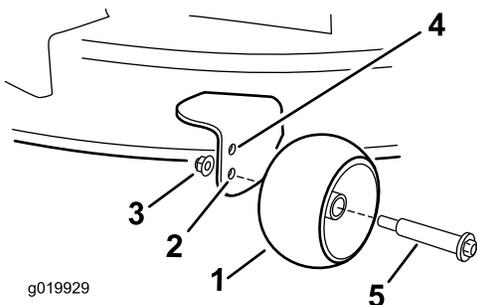

Рисунок 29
- Верхнее отверстие — используйте это положение, когда высота скашивания деки газонокосилки установлена в положение 63 мм и ниже (**Рисунок 29**).
- Нижнее отверстие — используйте это положение, когда высота скашивания деки газонокосилки установлена в положение 76 мм и выше (**Рисунок 29**).